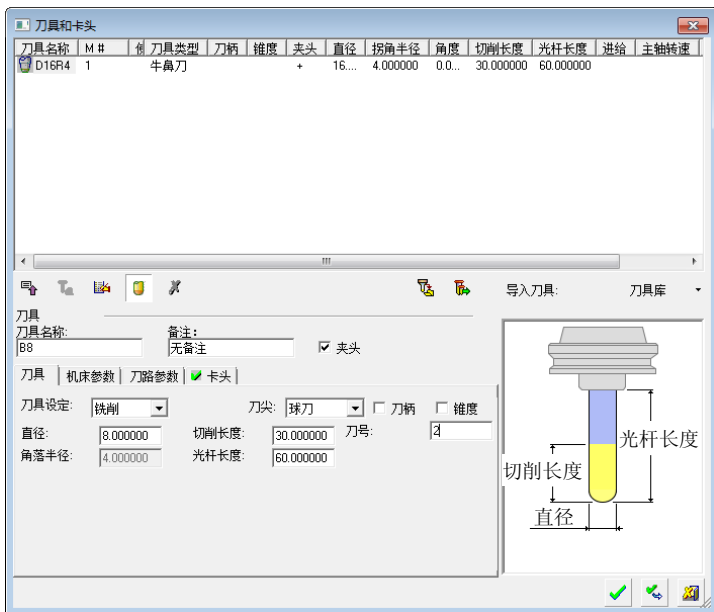

图 3-6 创建 B8 球刀
2) 创建 B8 球刀。单击“加工向导”工具栏上的“刀具”按钮, 弹出“刀具和卡头”对话框, 单击新刀具按钮, 设置刀具参数, 如图 3-6 所示。依次单击确定按钮, 完成刀具创建。